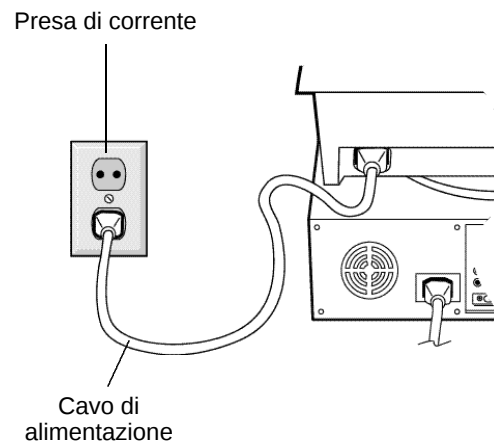

Figura B.1
- 4 Collegare il cavo di alimentazione al monitor MultiSync serie V e alla presa di corrente (Figura B.1).